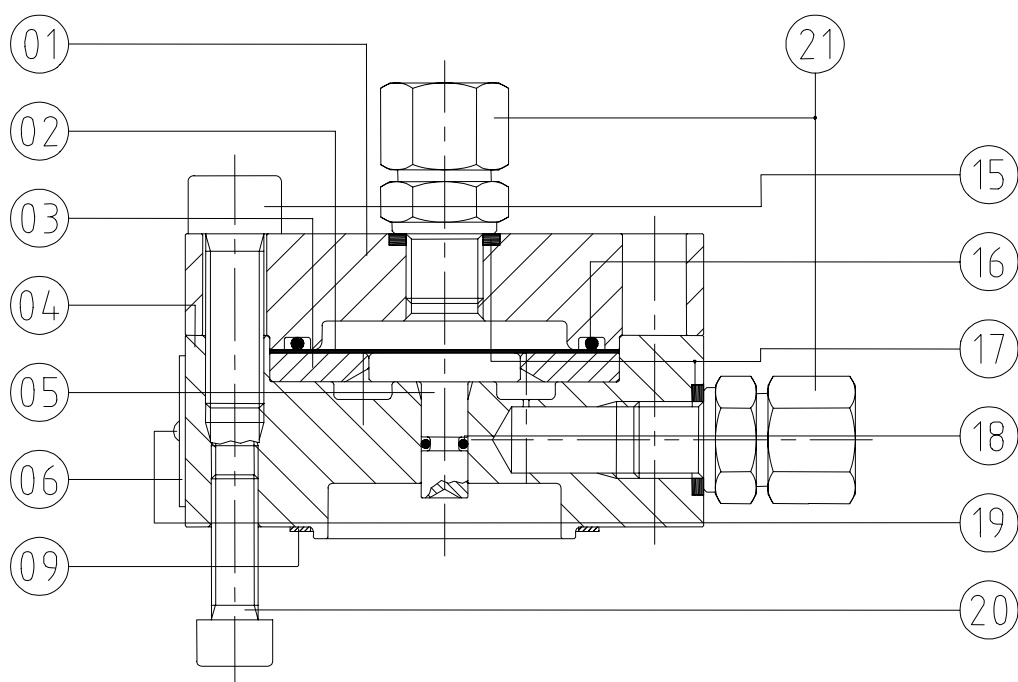

图 6 压力传送器 SM1. X-A
### 5.1.3 压力传送器 SM 1. X-A（见图 6）
- 卸下脉冲管路（图 6 中 21）